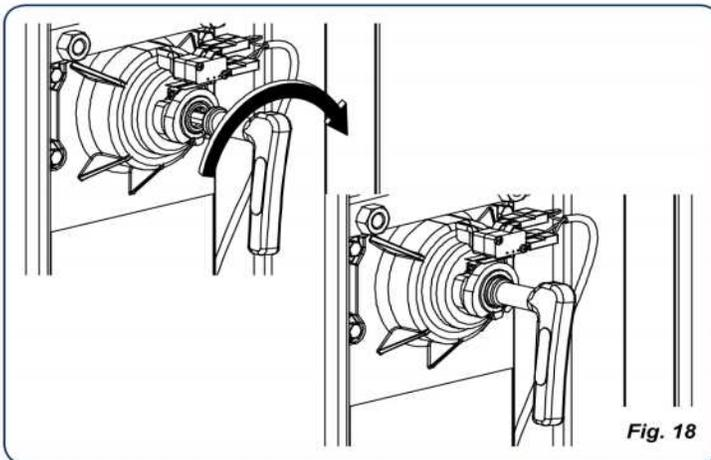

Fig. 18
3. Introduzca la llave de desbloqueo, fig. 18 ref. ①, en su sede.
4. Gire la llave de desbloqueo en sentido horario hasta que se apoye en el árbol, fig. 18.